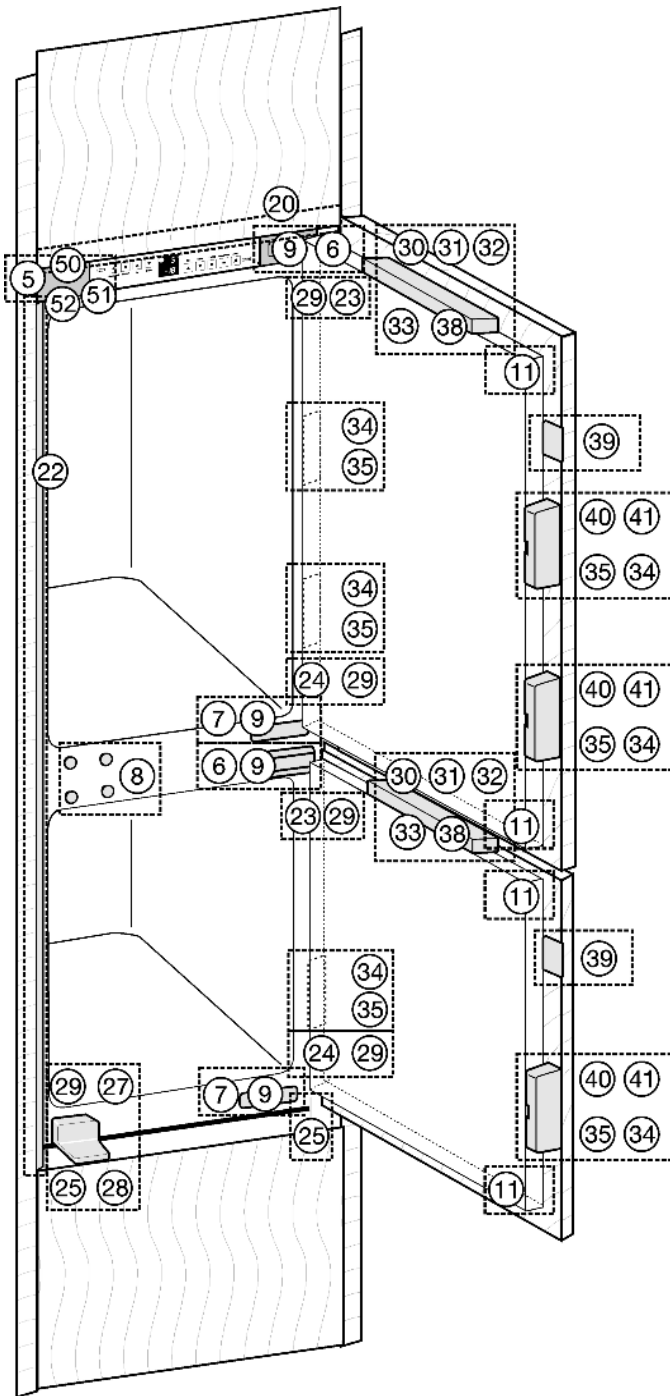
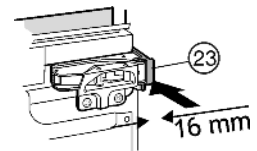

Fig. 10
Fig. 14
- ▶ Enlever les caches Fig. 10 (5,6,7).
- ▶ Cliper l'écarteur Fig. 14 (23) sur les charnières supérieures et l'écarteur Fig. 10 (24) sur les charnières inférieures.